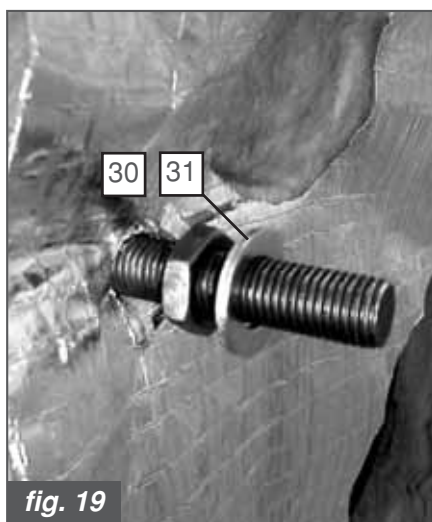

fig. 19
b) Avvitare sui quattro tiranti posteriori i dadi 30 ed infilare le rondelle 31 (fig. 19).